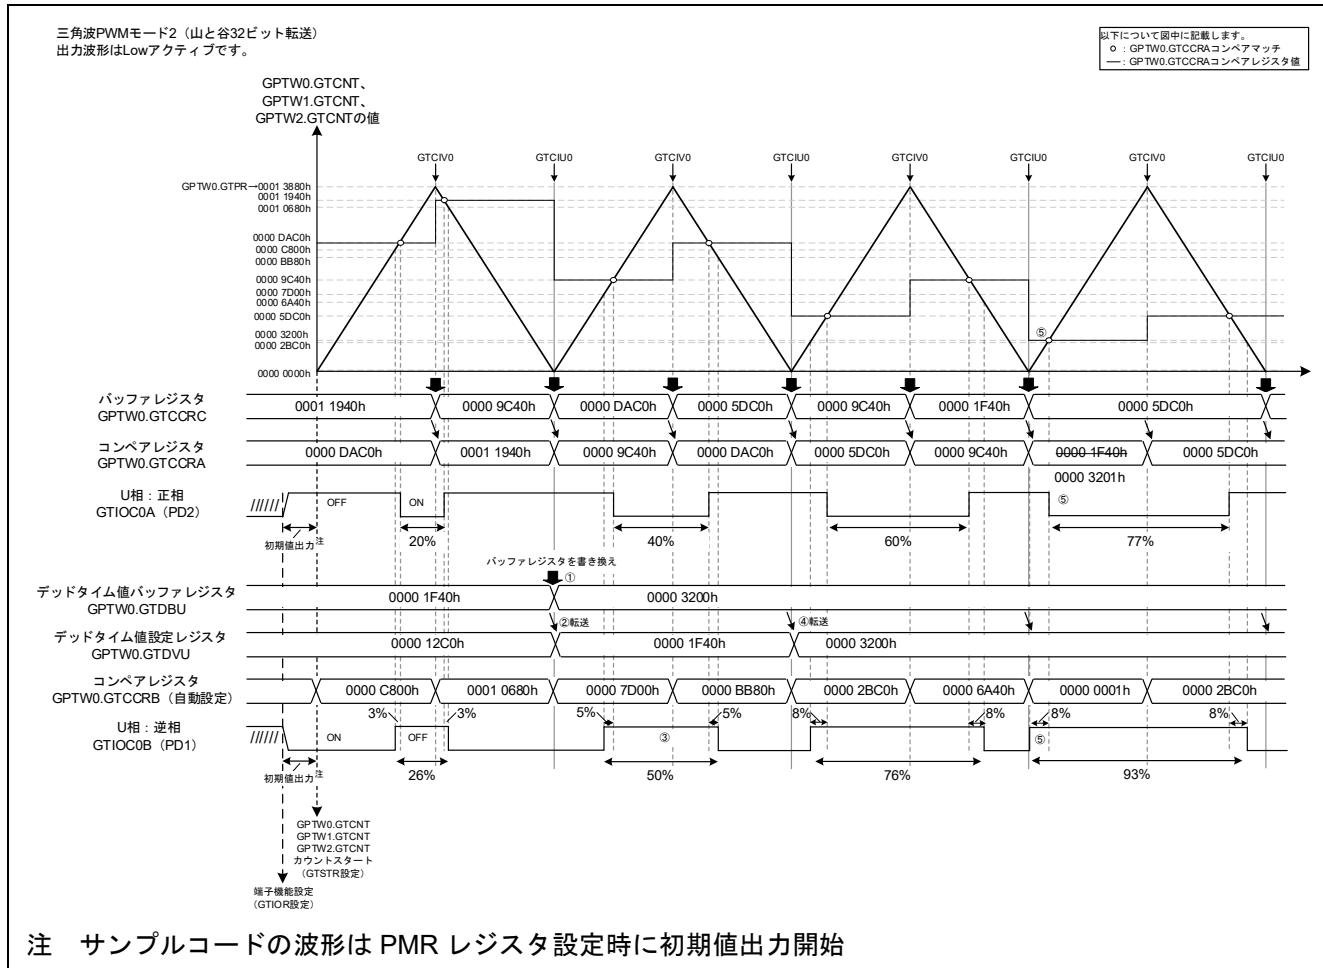

図 4-65 デッドタイム自動設定機能のバッファ動作
デッドタイム値のバッファレジスタを使用したデッドタイム自動設定機能の動作例を図 4-65 に示します。
GTCNT カウンタのアンダフロー割り込み (GTCIU0) で GTDBU の値を書き換えます (図 4-65 ①)。 GTDBU の値は GTCNT カウンタのアンダフロー発生時 (谷) に、デッドタイム設定レジスタ GTDVU へ転送 (図 4-65 ②) され、更新後のデッドタイム期間を確保した波形が出力されます (図 4-65 ③)。
3 周期目は 1 周期目の終わりに書き換えた GTDBU の値が GTDVU へ転送 (図 4-65 ④) されます。
4 周期目のデッドタイム設定は逆相の前側の変化ポイントがデッドタイムエラー (GTCCR0-GTDVU<0) となるため、変化ポイントが補正された正相と逆相の波形が出力されます (図 4-65 ⑤)。